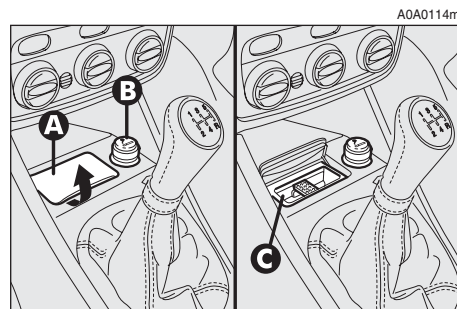

fig. 145
**CENICERO ANTERIOR Y ENCENDEDOR** (fig. 145)